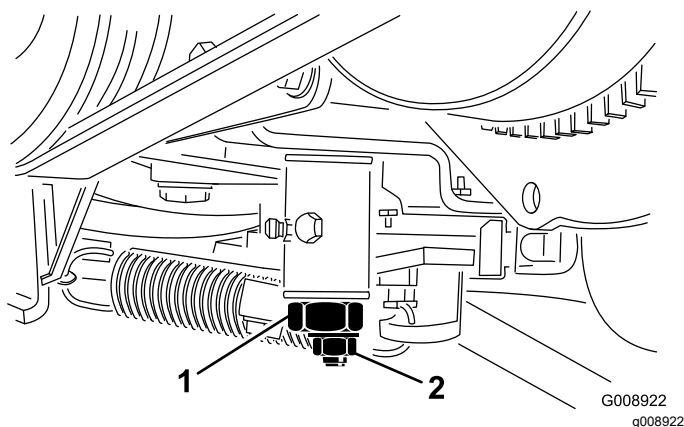

Figura 66
3. Serrate il dado di bloccaggio sulla camma di regolazione della trazione. (Figura 66).